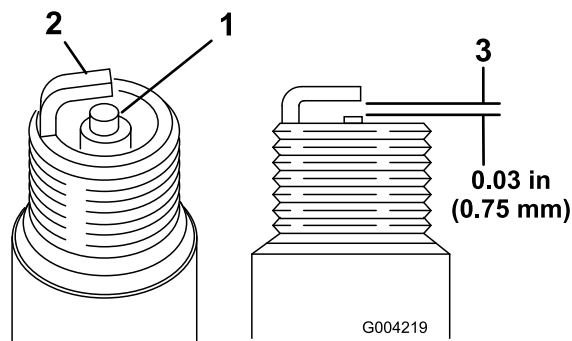

Figura 50
- Veja a parte central de ambas as velas de ignição (Figura 50). Se verificar uma cobertura castanha ou cinzenta no isolante, o motor está a funcionar correctamente. Uma cobertura preta no isolante indica que o filtro de ar está sujo.
- Verifique a folga entre os eléctrodos central e lateral (Figura 50).
- Dobre o eléctrodo lateral (Figura 50) se a folga não for a correcta.